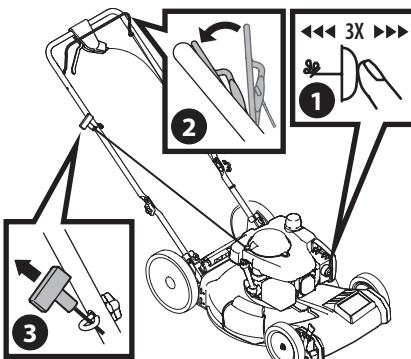

Figure 5
- Pressez trois fois sur l'amorce et attendez environ deux secondes avant de presser de nouveau(Figure 5). Lorsque la température est inférieure à 10 °C (50 °F), pressez cinq fois sur l'amorceur. Si le moteur est chaud, il suffit de presser sur l'amorceur une fois, peu importe la température.
- Tirez sur la poignée du lanceur à rappel jusqu'à ce que vous sentiez une légère résistance, puis tirez rapidement sur la poignée pour faire démarrer le moteur et empêcher la corde de s'enrouler rapidement(Figure 5). Répétez l'opération au besoin.